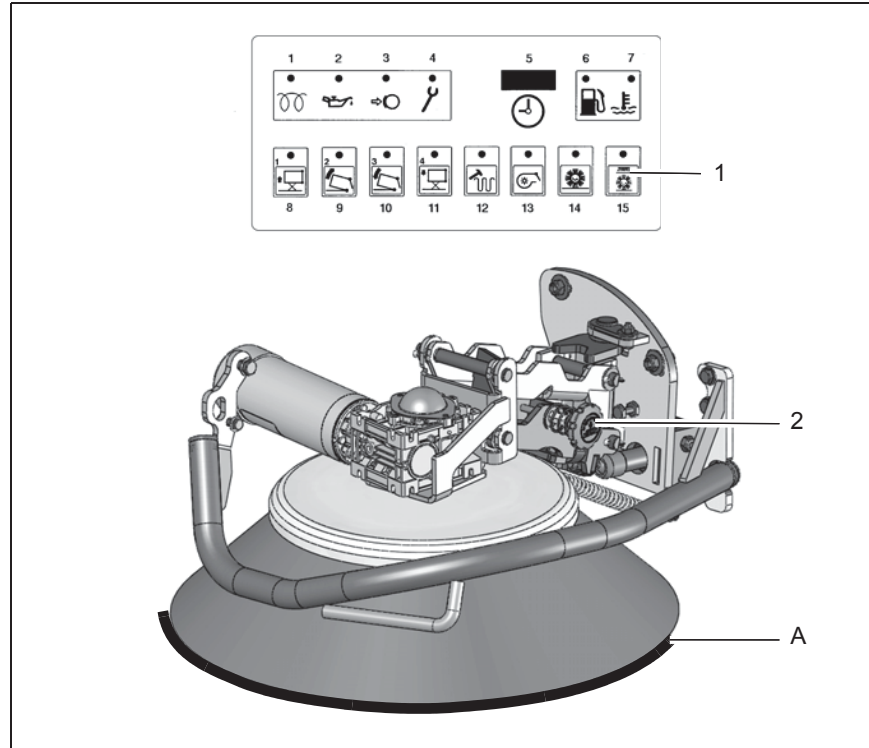

Abb.4
Mit dem Taster (Abb. 4/1) wird der Seitenbesen aktiviert.
Den Seitenbesen (Abb. 4/2) wöchentlich auf Verschleiß kontrollieren. Bei Verschleiß bzw. nach einem Wechsel den Seitenbesen folgendermaßen einstellen:
2. Die Auflagefläche des Seitenbesens mit der Einstellschraube (Abb. 4/2) einstellen. Die Auflagefläche des Seitenbesens sollte ca. die Hälfte des Besenumfangs betragen und ungefähr an der Position (Abb. 4/A) beginnen.